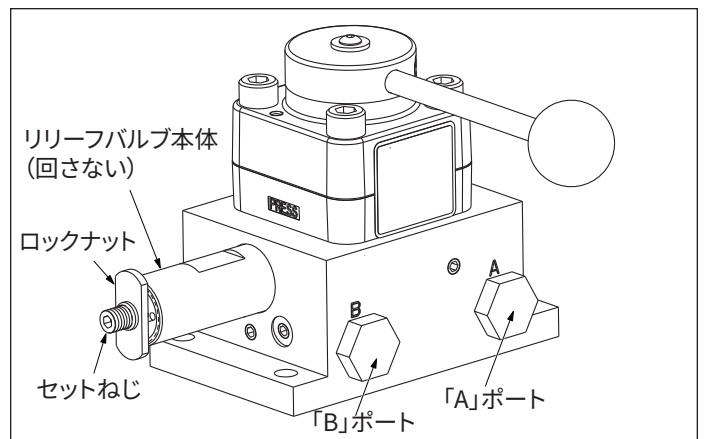

図12: リリーフバルブ - VM43LPS
- 0~15,000 psi [0~1,035 bar] のゲージを、負荷をかける圧力ゲージの「A」ポートに取り付けます。図12を参照してください。